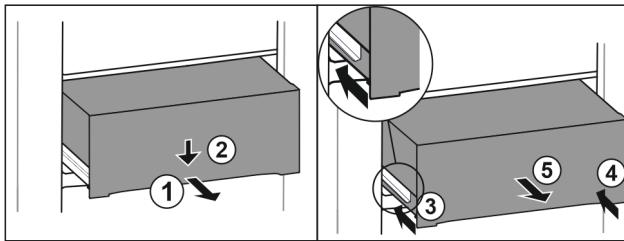

Fig. 70
- ▶ Vytiahnite zásuvku do polovice. Fig. 70 (1)
- ▶ Zatlačte zásuvku na prednej strane smerom nadol. Fig. 70 (2)
- ▶ Zasuňte ľavú koľajničku o cca 2 cm. Fig. 70 (3)
- ▶ Zasuňte pravú koľajničku o cca 2 cm. Fig. 70 (4)
- ▶ Odoberte zásuvku dopredu. Fig. 70 (5)